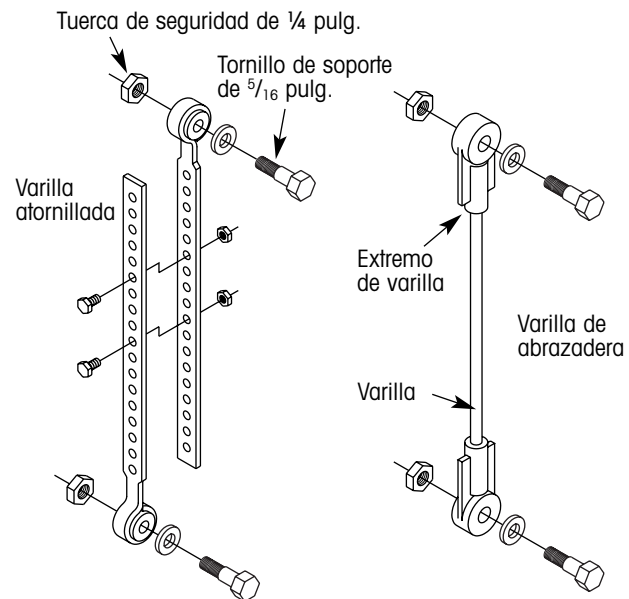

Figura 9. Tipos de varilla de válvula de control de altura
8. Coloque la varilla de la válvula de control de altura. Atornille un extremo de la varilla al brazo de control de la válvula de control de altura y el otro extremo a la viga de la suspensión. Apriete ligeramente la tuerca de seguridad de 1/4 pulg. en el tornillo de sujeción de 5/16 pulg. Asegúrese que las varillas giren libremente y no se atoren. Están disponibles dos tipos de varilla (figura 9):